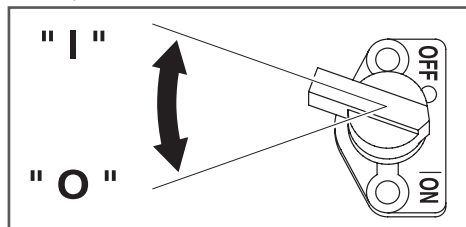

Рис. 19. Выключатель зажигания
5. Выключатель зажигания переведите в положение «I-ON» (Включено) (Рис. 19).
При возникновении аварийной ситуации, для экстренной остановки двигателя мотопомпы переведите выключатель зажигания в положение «O-OFF» (ВЫКЛЮЧЕНО) (Рис. 19).
3. Переведите выключатель зажигания в положение «O-OFF» (ВЫКЛЮЧЕНО) (Рис. 19).